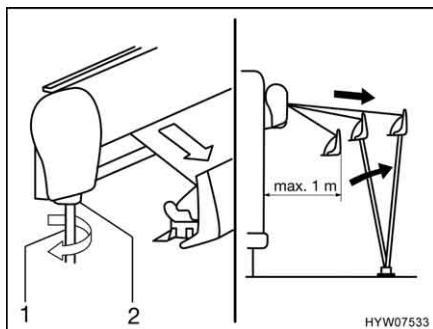

Fig. 50 Estrazione della tenda
- Inserire la manovella (Fig. 50,1) nel supporto a baionetta (Fig. 50,2) della tenda e girarla in senso antiorario. La tenda si apre dopo un paio di rotazioni.